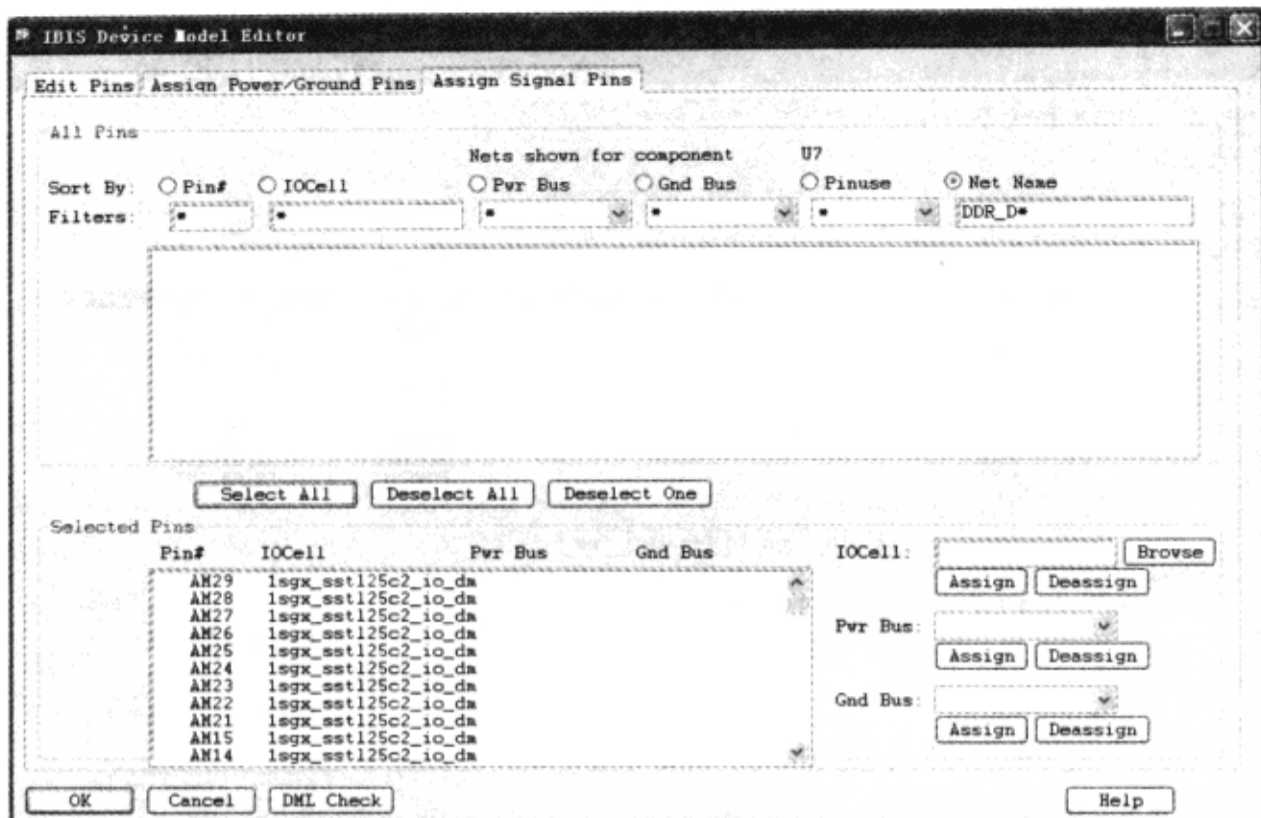

图 5-3-56 选择的引脚
(4) 单击“IBIS Device Model Editor”对话框中的“Select All”按钮→网络现在显示在“IBIS Device Model Editor”对话框的“Selected Pins”区域，如图 5-3-56 所示（仅显示引脚号、IOCell 模型、电源总线和地总线）。